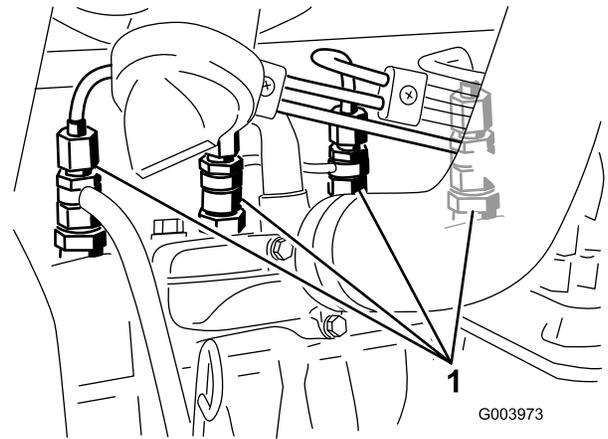

Figura 66
1. Afloje la conexión entre el tubo y el conjunto de boquilla y soporte N° 1 (Figura 66).